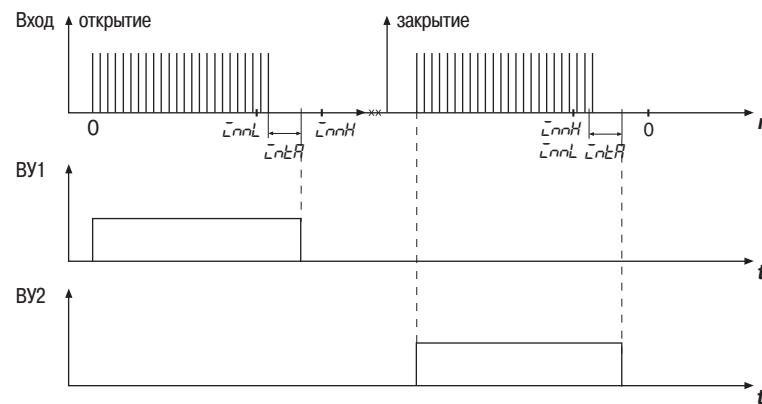

Рис. 7
- значение счетчика находится в интервале, определяемом параметрами **СпоЛ** и **СпоН** (рис.7).